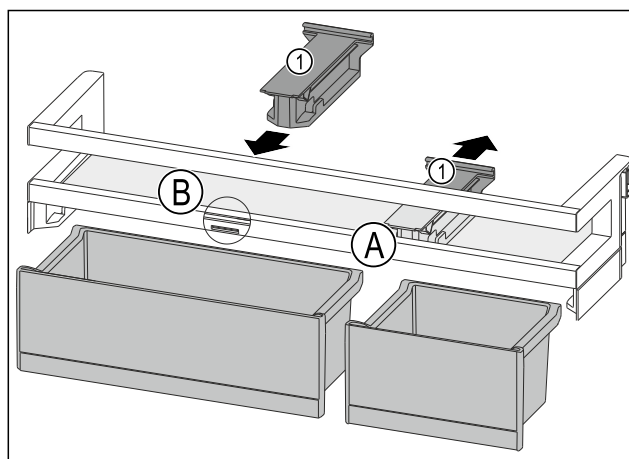

Fig. 152
- Dra ut fästdelen Fig. 152 (1) i position Fig. 152 (A) bakåt.
- Sätt in fästdelen Fig. 152 (1) i position Fig. 152 (B).